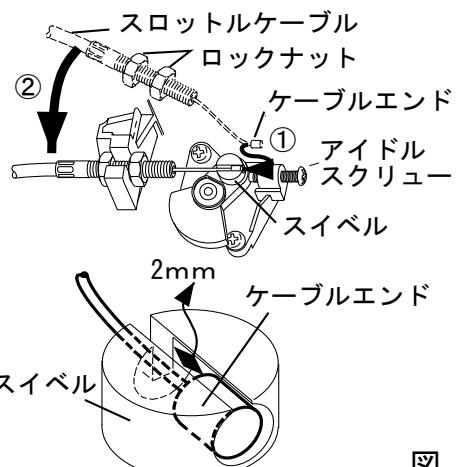

図. 4
- ⑤アクセルレバーの遊びは、スロットルケーブルのロックナットで約2mmになるように調整してスロットルケーブルを固定して下さい。(図. 4)
- アイドリング時には刈刃の共回りやエンストがないようにアイドルスクリューを調整して下さい。(図. 4)